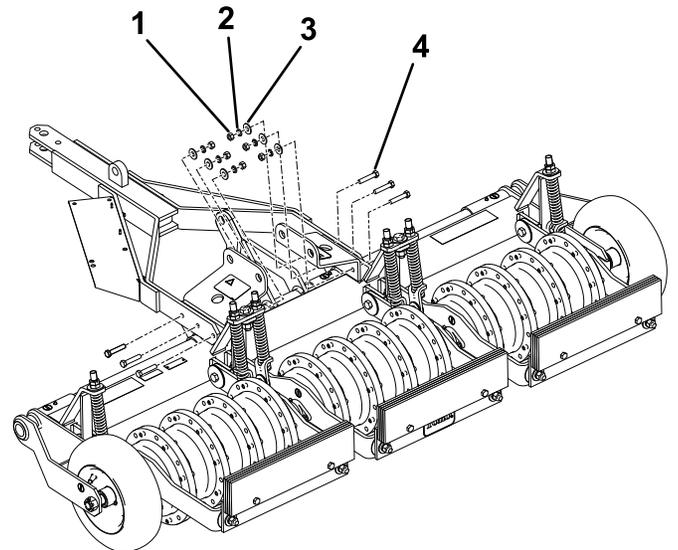

Bild 7
4. Befestigen Sie die Anhängerkupplung und die Halterungen mit den in Bild 7 abgebildeten Befestigungen und ziehen Sie die Muttern mit 54-74 Nm an.